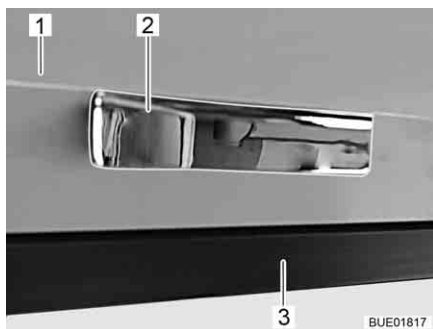

Fig. 81 Abattant de placard avec déverrouillage par pression
- Appuyer l'abattant de placard (Fig. 81,1) avec la poignée (Fig. 81,2) contre le corps de l'armoire (Fig. 81,3). L'abattant de placard est déverrouillé.